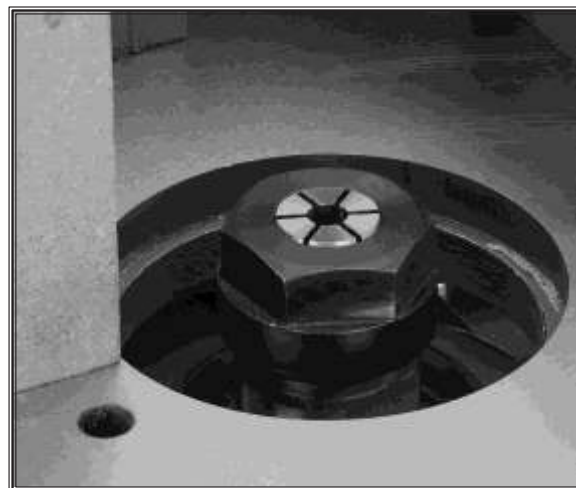

Figura 27. Colocacion del collet
3. colocar la tuerca y el collet en el husillo del trompo **Figura 27.**